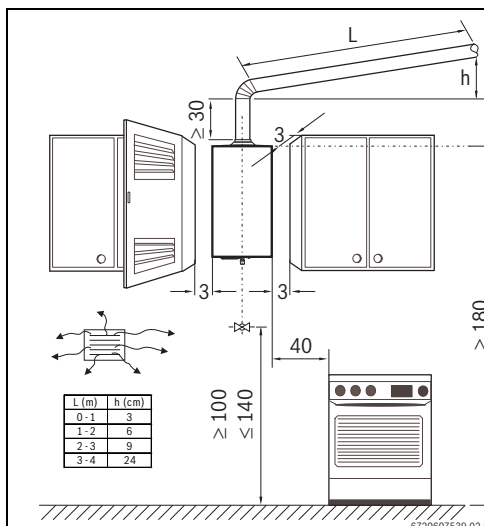

Fig. 9 Distanze minime
- Attenersi scrupolosamente a leggi e normative vigenti (UNI-CIG 7129, UNI-CIG 7131) e ad eventuali disposizioni locali riguardanti l'installazione di apparecchiature a gas e l'evacuazione dei gas combusti. Misure d'installazione, vedi Fig. 9.
- Rispettare le distanze minime d'installazione (Fig. 9).